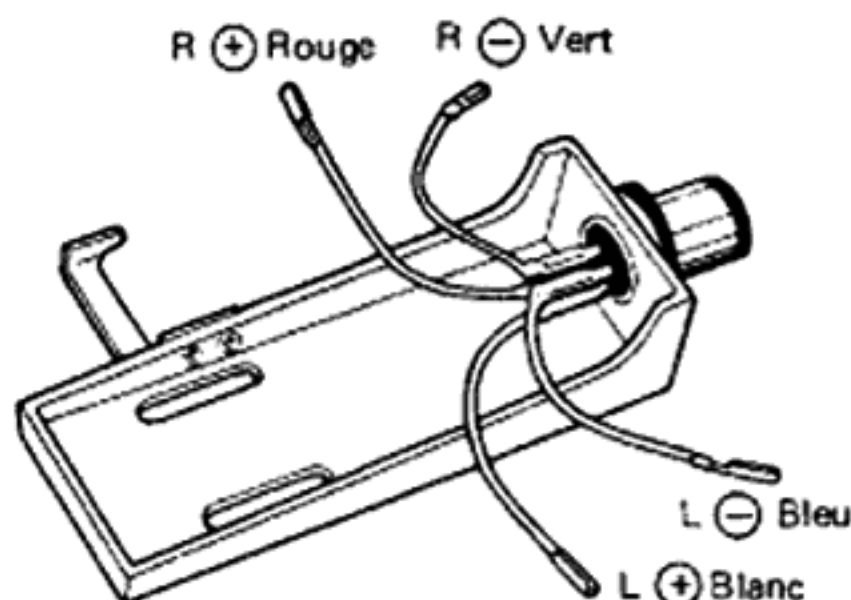

Fig. 9
(1) Fixer la cellule phonoelectrice sur la coquille à l'aide des vis de fixation de cellule.
(2) Les polarités et les canaux L et R de la coquille de phonoelecteur sont indiqués sur la Fig. 9. Les connexions doivent être faites en fonction de l'indication de borne de la cellule phonoelectrice.